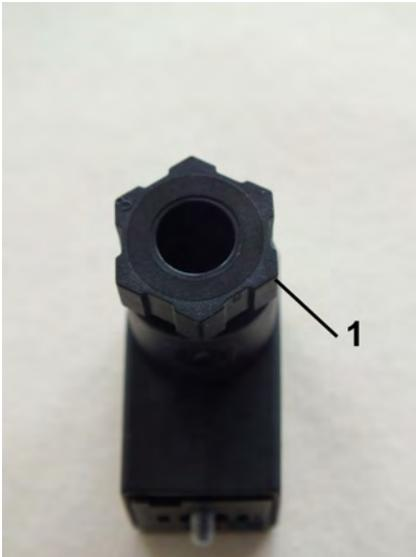

Abb. 24: Verschraubung lösen
4. ➔ Verschraubung (Abb. 24/1) durch Drehen nach links lösen
8. ➔ Verschraubung (Abb. 24/1) durch Drehen nach rechts wieder anziehen